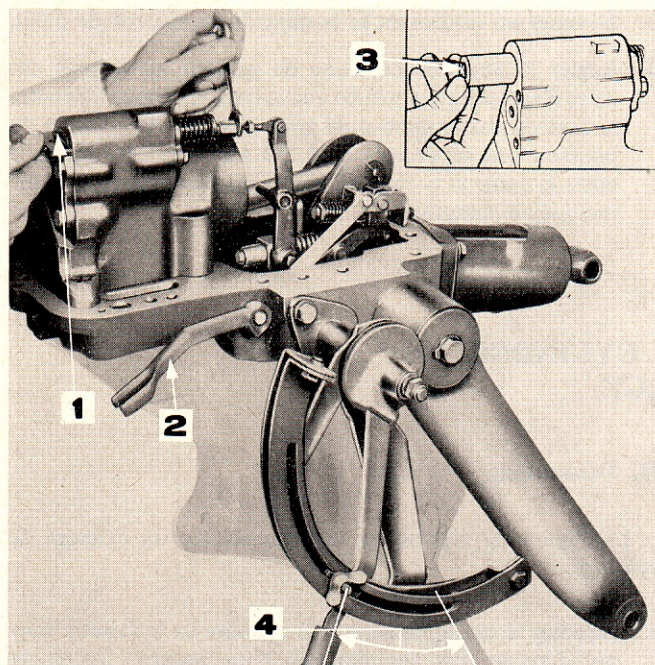

Figure 16: Réglage de la timonerie de contrôle d'effort
1. Placer le levier sélecteur en position de contrôle d'effort, Figure 16.